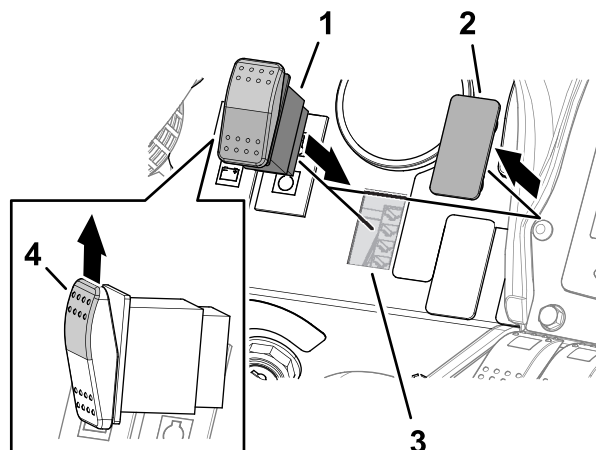

Figura 85
2. Alinee el interruptor de 2 posiciones con la sección elevada del interruptor (Figura 85) hacia la parte superior del salpicadero.
3. Introduzca el interruptor de 2 posiciones en el orificio del salpicadero (Figura 85).
1. Retire el tapón del salpicadero, como se muestra en la Figura 85.